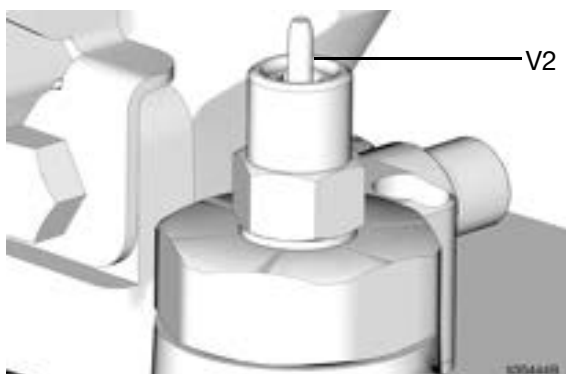

图 13
在向料桶 (K) 中添加润滑脂时, 它会将压油盘 (Y) 推到料桶 (K) 的顶部, 在此处阀销钉 (V1) 关闭入口流体路径。料桶装满后, 销钉 (V2) 弹出 (图 13)。